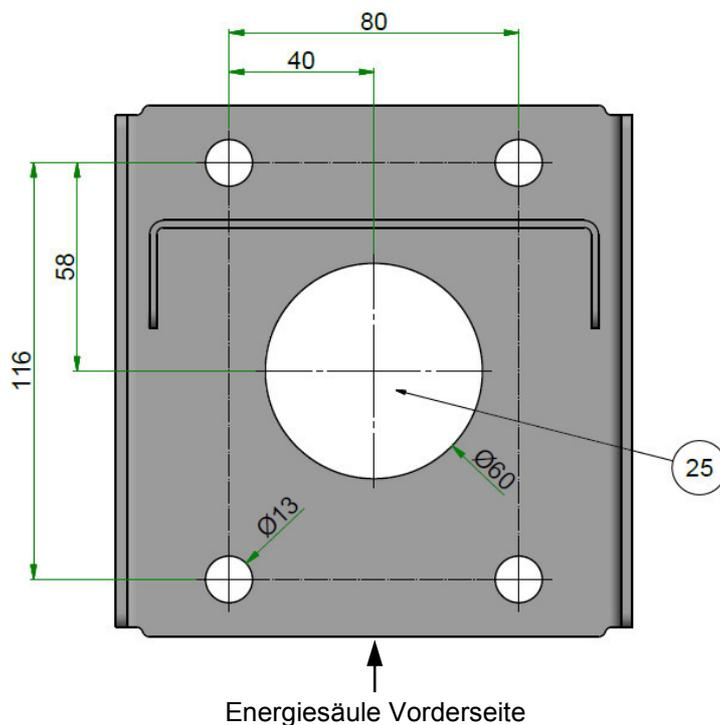

Abbildung 4: Standfuß Bohrbild
- c) Bohren Sie die Löcher für die beiliegenden Dübel M10x50 16 nach dem Bohrbild in *Abbildung 4* in den Untergrund.